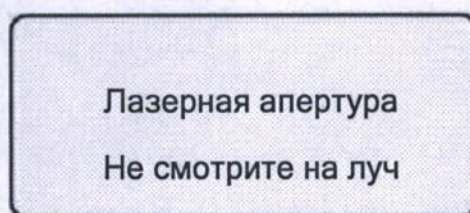

Рисунок 2.1-2
2. Предупреждающий символ лазера расположен на передней крышке гентри, как показано на рис. 2.1-2